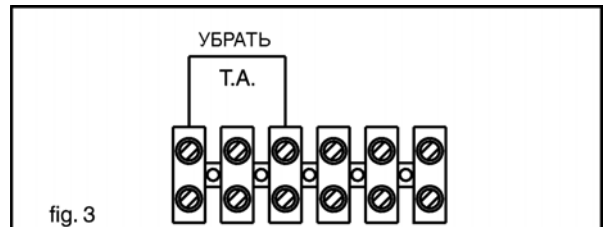

fig. 3
- **Снимите перемычку, установленную вместо Т.А. (термостат температуры в помещении), на клеммной колодке котла (рис. 3).**